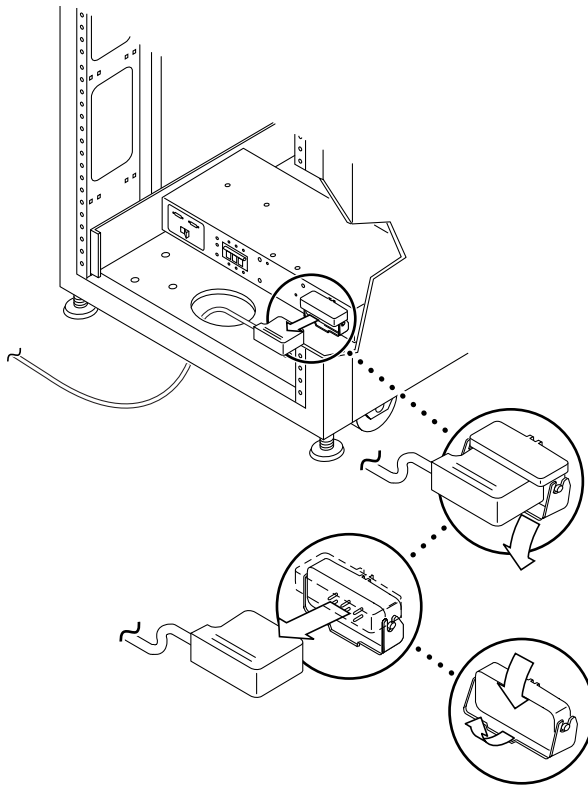

FIGURE 10-2 Retrait du câble d'alimentation CA
2. Déconnectez le câble d'alimentation CA du connecteur d'alimentation situé sur le séquenceur d'alimentation (FIGURE 10-2).
- 1. Tirez le couvercle du connecteur d'alimentation (FIGURE 10-2).**